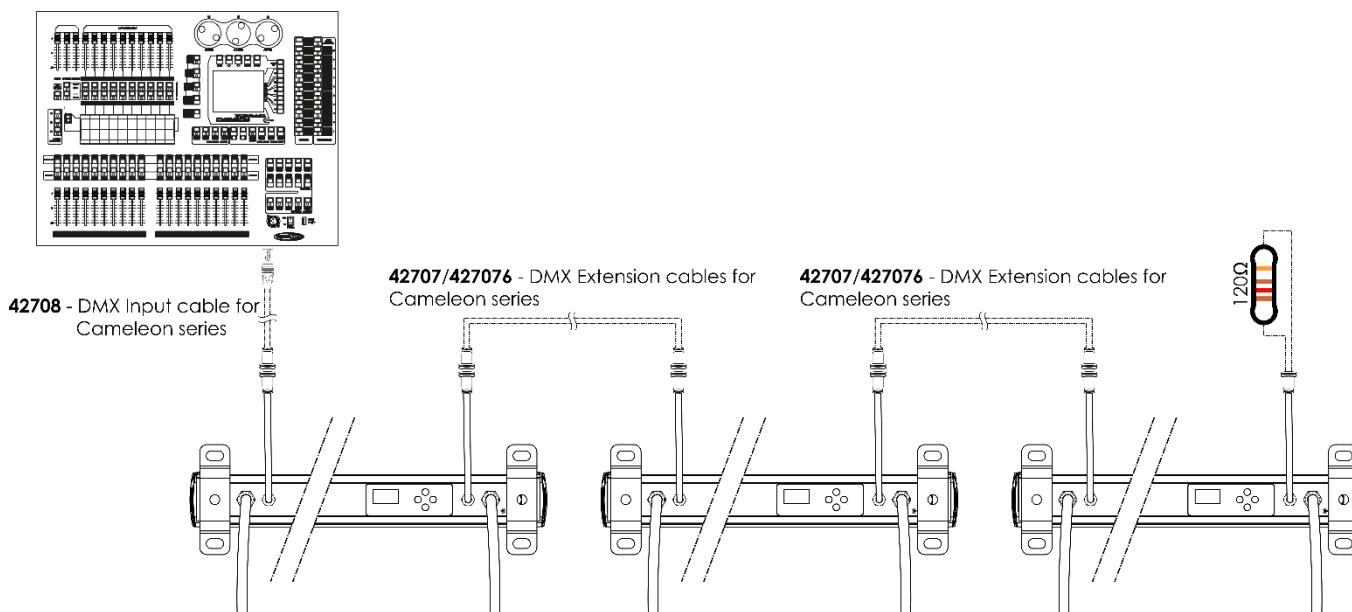

Fig. 04
- 04) Collegare le unità come indicato nella fig. 04. Collegare un controller luci all'"ingresso" DMX della prima unità, servendosi del cavo di ingresso DMX 42708. Collegare la presa "out" della prima unità alla presa "in" della seconda unità, servendosi del cavo prolunga DMX 42707/427076, collegare la seconda e la terza unità servendosi del cavo prolunga DMX 42707/427076.